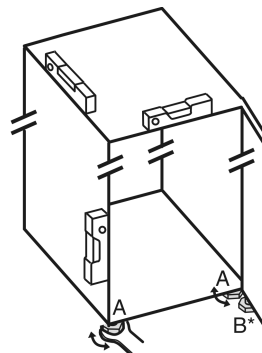

Fig. 19
- Zhvendosni këmbëzat me rregullim Fig. 19 (A) me çelës fiso dhe me ndihmën e një niveli me ujë, derisa pajisja të jetë niveluar mirë.
► Zhvendosni këmbëzat me rregullim *Fig. 19 (B)* në bazamentin mbështetës me çelësat fiso të përfshirë në paketim, derisa të jetë mbështetur mbi dyshteme.
► Rrotullojeni këmbën me rregullim *Fig. 19 (B)* sërish maksimumi 90°, për të parandaluar dëmtimin e derës.